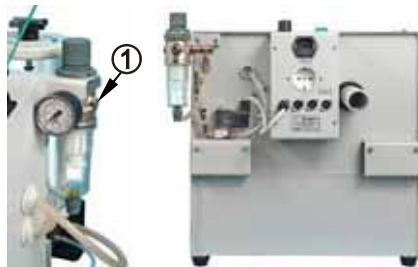

Рис. 4
**Для конструкции рис.4:**
1. Шестигранным ключом х4 мм выкрутить заглушку (1) из регулятора давления.